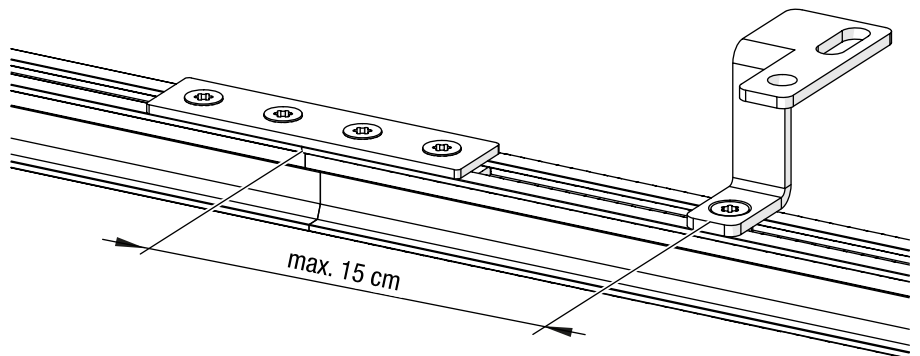

Abb. 40: Abhängeabstand zum Stoß (exemplarisch obenliegende Seilführung)
- ➔ Befestigen Sie einen Abhängepunkt auf einer Seite mit maximal 15 cm Abstand von der Mitte der Abhängung bis zum Stoß (siehe Abb. 40).